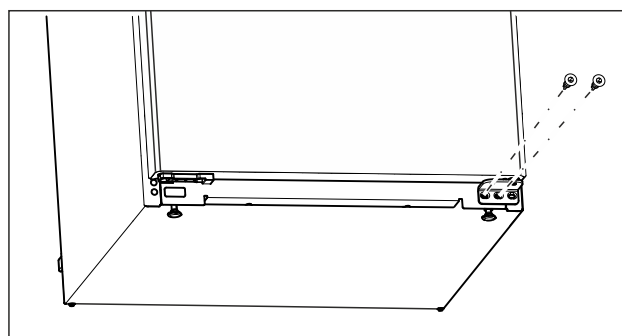

Fig. 7
- Në bazamentin mbështetës poshtë, lironi vidën e mesit me një kaçavidë Torx 20. (shihni Fig. 7)
- Në bazamentin mbështetës poshtë, lironi vidën e brendshme me një kaçavidë Torx 20. (shihni Fig. 7)